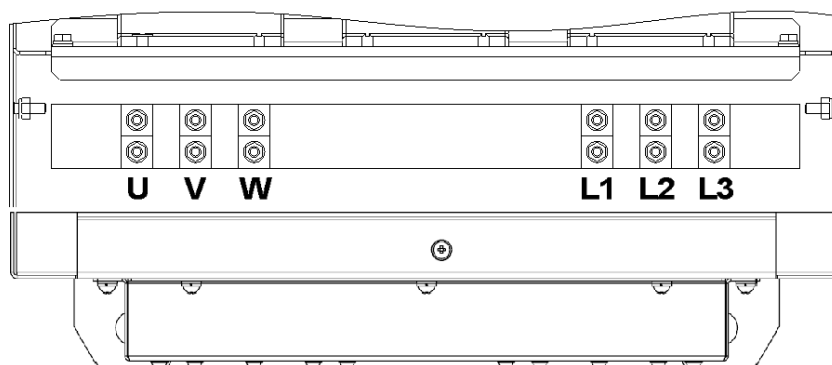

Рисунок 5 – Входные и выходные клеммы подключения
1.4.1.6 Входные клеммы (L1, L2, L3) для подключения сети питания и выходные клеммы (U, V, W) для подключения двигателя расположены за дверью в нижней части шкафа ПРА (см. рис. 5).